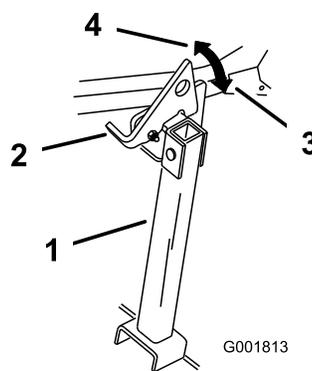

Figura 48
- Alzate il dispositivo di chiusura per sbloccarlo (Figura 48).